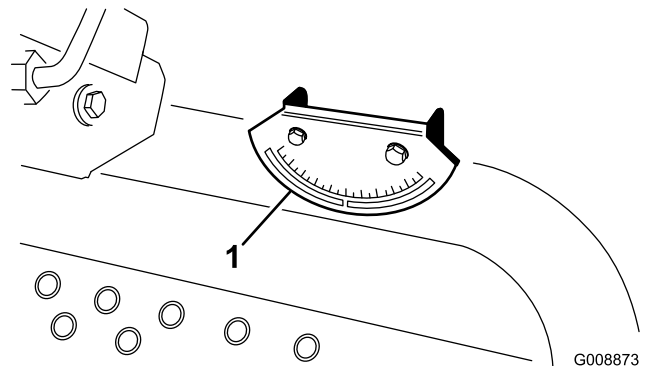

Bild 6
2. Prüfen Sie, ob die Maschine nivelliert ist, indem Sie einen manuellen Neigungsmesser (gehört zum Lieferumfang der Maschine) gegen eine Querschiene des Rahmens am Kraftstofftank halten (Bild 6). Aus der Fahrerposition gesehen muss der Neigungsmesser auf Null stehen.